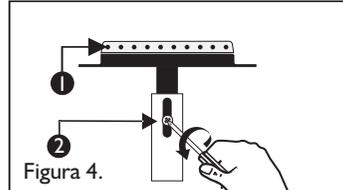

Figura 4.
- Con un destornillador afloje el tornillo del regulador de aire primario (Ver figura 4).